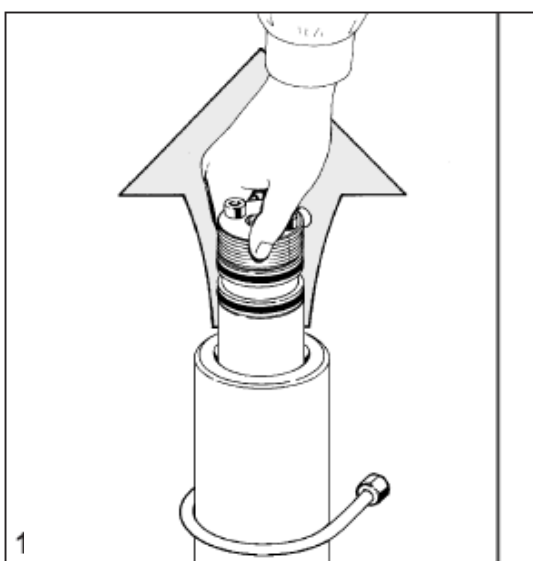

Рис. 32.
- вынуть картридж из корпуса фильтрующей системы (Рис. 32);